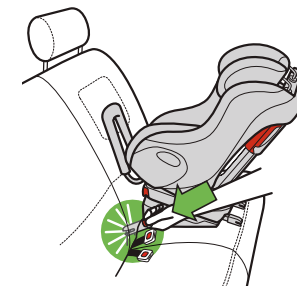

Figure 21
- Alignez le Connecteur DUA avec l'ancrage inférieur du véhicule et poussez le Connecteur DUA contre l'ancrage jusqu'à ce que le Connecteur DUA fasse un déclic, tel qu'illustré dans la **Figure 21**.